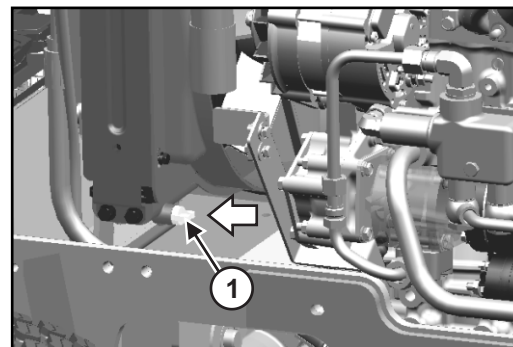

Fig. 5.6.2
1. Retire a tampa do radiador e o bужão de drenagem (1) (fig. 5.6.2 b).